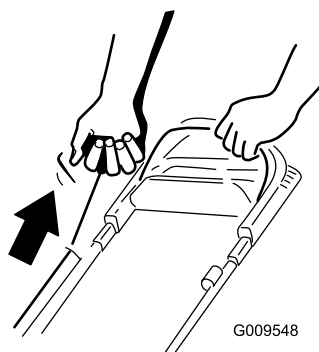

Figure 15
2. Tirez légèrement la poignée du lanceur (Figure 15) jusqu'à ce que vous sentiez une résistance, puis tirez vigoureusement et laissez le lanceur se rétracter lentement jusqu'au guide-câble sur le guidon.